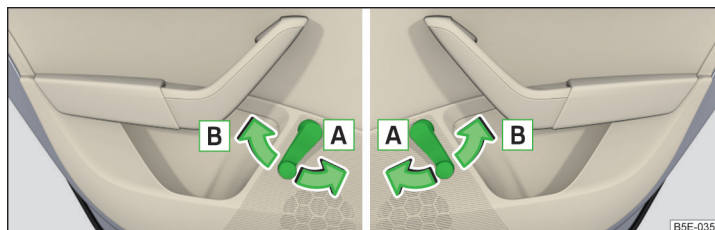

Fig. 40 Operación de ventana: a izquierda/derecha
- Para **abrir**, girar la manivela en el sentido de la flecha **A** » **fig. 40**.